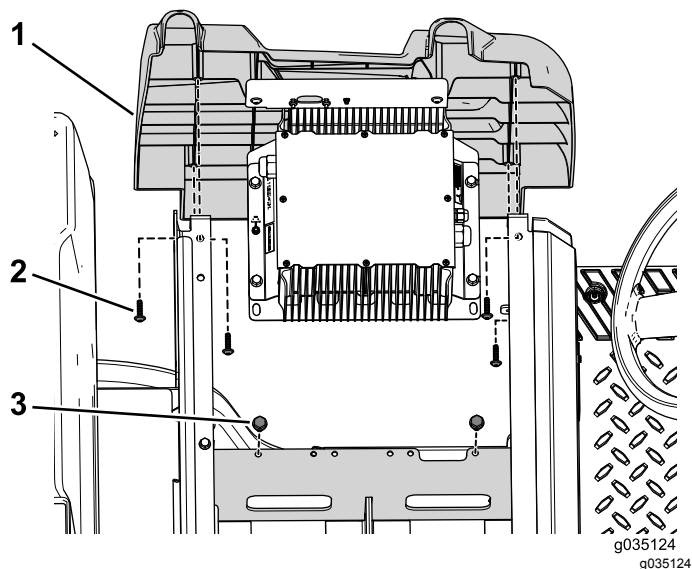

Рисунок 10
2. Выверните два болта крепления кронштейна зарядного устройства к поддону аккумуляторных батарей (Рисунок 10).
3. Отверните 4 самонарезающих винта, крепящих левую боковую панель к машине (Рисунок 10).
1. Прикрепите левую боковую панель с помощью 4 ранее снятых самонарезающих винтов (Рисунок 10).
2. Прикрепите кронштейн зарядного устройства к поддону аккумулятора с помощью 2 ранее снятых болтов (Рисунок 10).